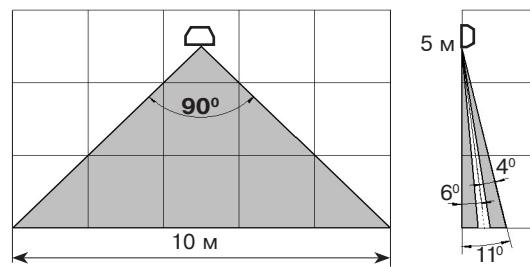

Рисунок 1
1.4 Оптическая система извещателя формирует сплошную зону обнаружения типа « занавес » (рисунок 1).